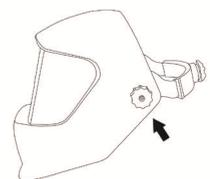

рис. 3
3.3 Угол наклона маски изменяется с помощью винтов на двух сторонах маски. Лучший угол в ходе сварки - прямая линия между глазами и точкой сварки вертикально к светофильтру (рис. 3).